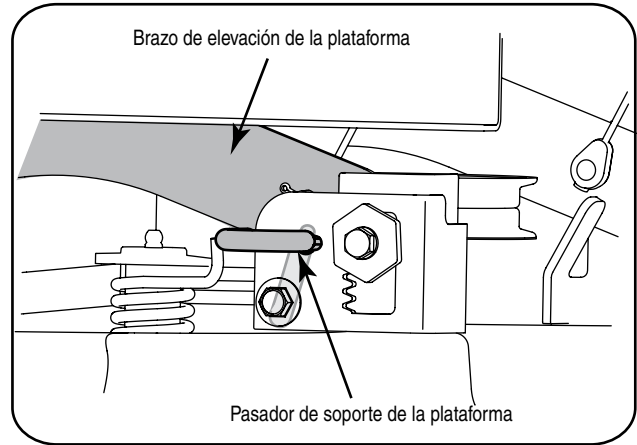

Figura 7-1
4. Mirando la plataforma de corte desde el lado izquierdo del tractor, localice el pasador de soporte de la plataforma ubicado en el lateral posterior izquierdo de la plataforma. Vea la Figura 7-1.
5. Tire hacia afuera el pasador de soporte de la plataforma para separar la misma del brazo de elevación de la plataforma. Gire la manija del pasador de soporte hacia abajo para trabar el pasador en la posición desenganchada. Vea la Figura 7-1.